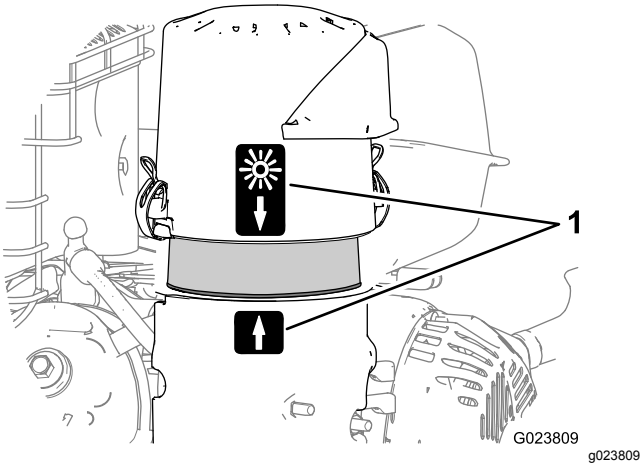

Figura 33
8. Alinee la pegatina de la flecha de la tapa del limpiador de aire con la pegatina de la flecha de la base (Figura 33).